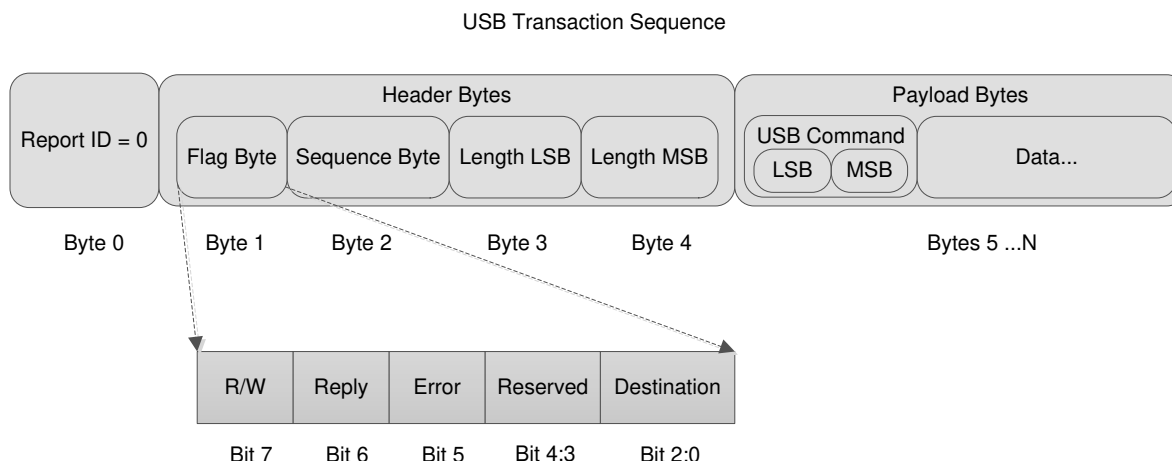

図 1-4. USB HID プロトコル
USB 1.1 HID プロトコルは図 1-4 に示す構造を持っています。ホストは、レポート ID、ヘッダー、ペイロードで構成されるバイト ストリームを構成する必要があります。これらの 3 つの部分の説明を以下に示します。
1) フラグ バイト: 図 1-4 に示され、セクション 1.2.2 とセクション 1.2.3 の読み出し / 書き込みの例で説明されています。